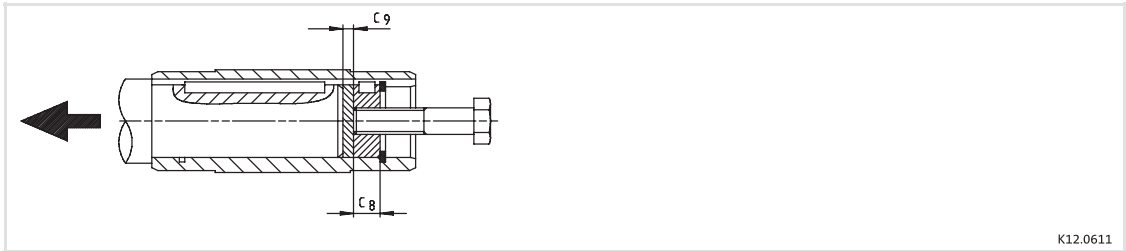

图6 使用辅助工具拆卸空心轴减速机(不适用于GKR)
2. 使用适当的辅助工具将减速机从电机轴上移除/拔出（图6）。